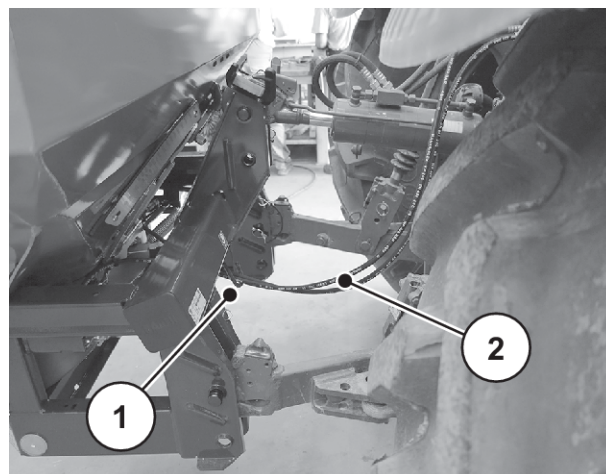

Fig. 23: Styrning hydraulslangar
- ▶ Dra hydraulslangar under det tvärgående röret. Se *Fig. 23 Styrning hydraulslangar*